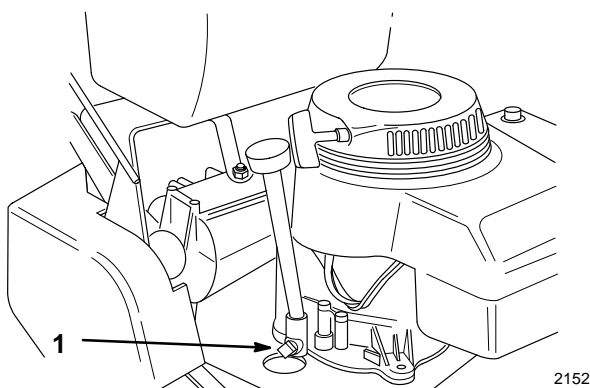

Figure 21
3. Placer un récipient sous l'ouverture de vidange et retirer le bouchon de vidange d'huile (Fig. 21).